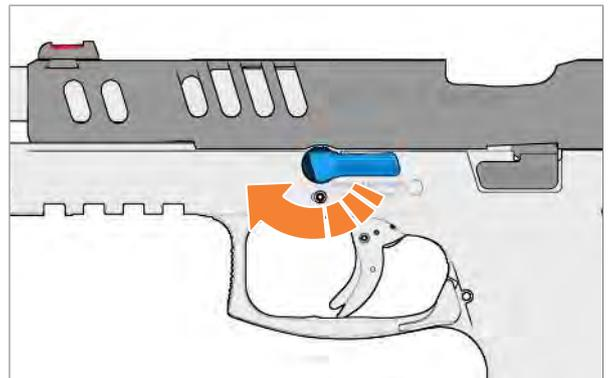

Abb. 57: Demontagehebel drehen
3. Demontagehebel bis zum Anschlag im Uhrzeigersinn drehen (Abb. 57).